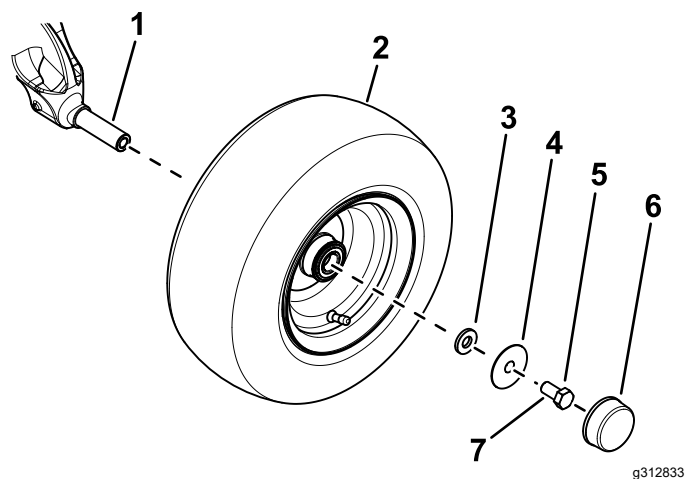

Рисунок 3
- В. Используйте малую шайбу, большую шайбу, болт ($\frac{5}{8}$ x 1 $\frac{1}{4}$ дюйма) для крепления колеса к шпинделю моста (Рисунок 3).
D. Установите пылезащитный колпачок на колесо (Рисунок 3).